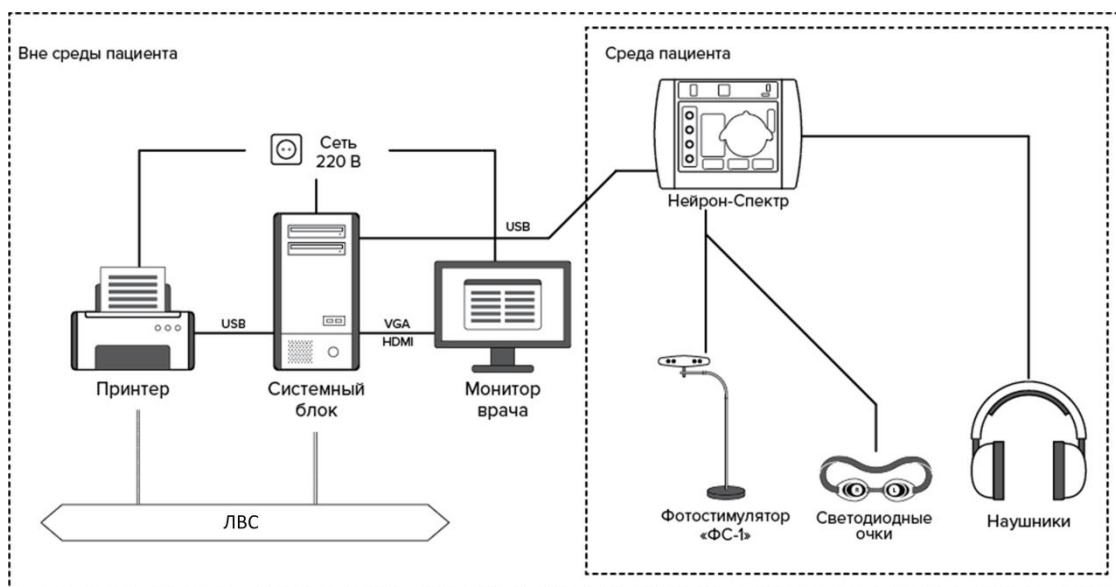
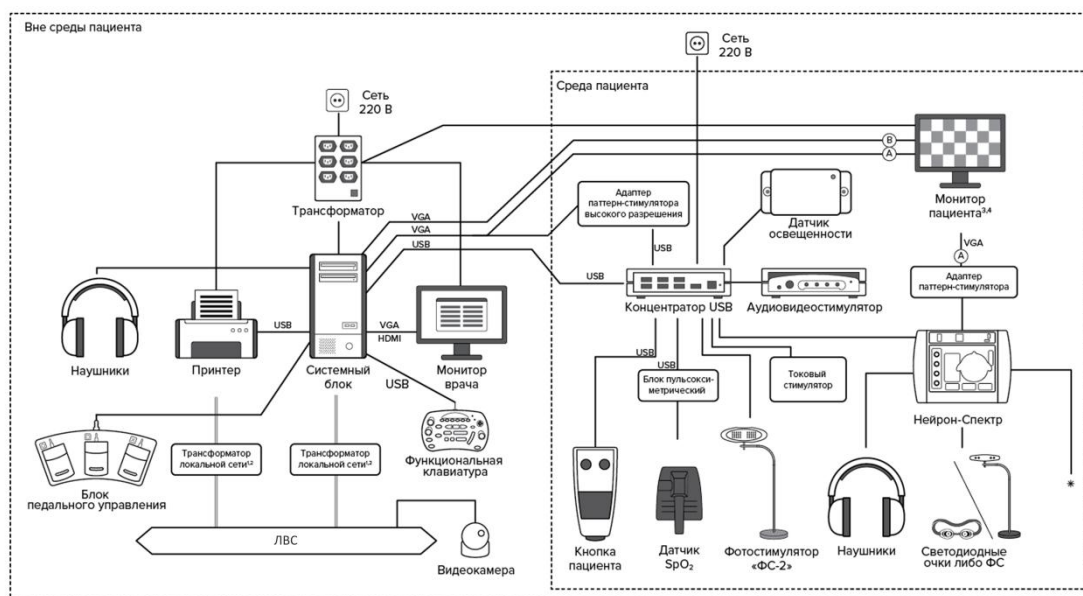

Рис. 8. Схема подключения изделий для базового варианта комплекса
Рис. 9. Схема подключения изделий для полного варианта комплекса
2. Соедините составные части комплекса между собой согласно рис. 8 или рис. 9 и примечаниям к ним.
Обозначения на рис. 8, рис. 9, рис. 10:
Примечания к цифрам на рис. 9:
3. При использовании монитора пациента для паттерн-стимуляции подключите его согласно одному из вариантов, отмеченных индексом А на схеме подключения (рис. 9), к блоку усилителя с помощью адаптера паттерн-стимулятора или к системному блоку с помощью адаптера паттерн-стимулятора высокого разрешения.
4. При использовании монитора пациента для проведения тренировок методом биологической обратной связи (БОС) подключите его напрямую к системному блоку согласно варианту, отмеченному индексом В на схеме подключения (рис. 9).